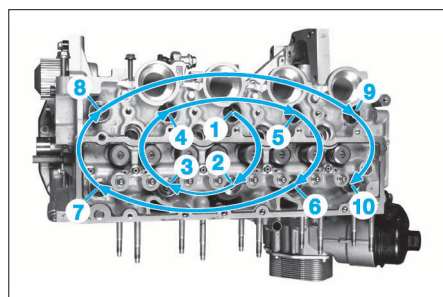

FIG. 62
- Serrer les vis de culasse en respectant l'ordre (Fig. 62) et le couple de serrage (voir planche "Culasse").